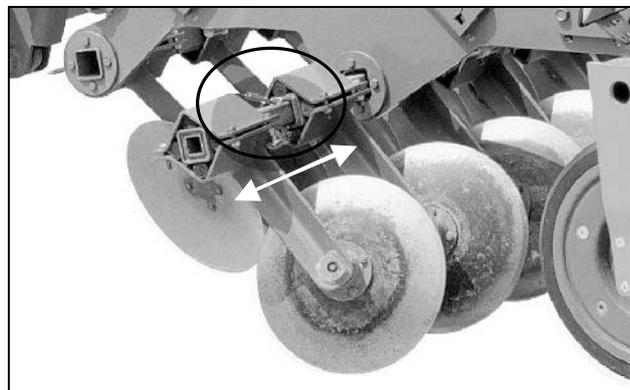

Рис. 37
- Задвиньте крайние диски (Рис. 37) и закрепите при помощи крепежных пальцев и пальцев с пружинной защелкой.